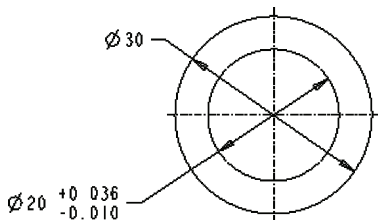

图 11-74 设置“公称”尺寸显示的效果
8) 选择大圆直径尺寸，右击，并从出现的快捷菜单中选择“属性”命令，弹出“尺寸属性”对话框，在“属性”选项卡的“公差模式”下拉列表框中选择“公称”选项，然后单击“尺寸属性”对话框中的“确定”按钮，则该尺寸显示效果如图 11-74 所示。